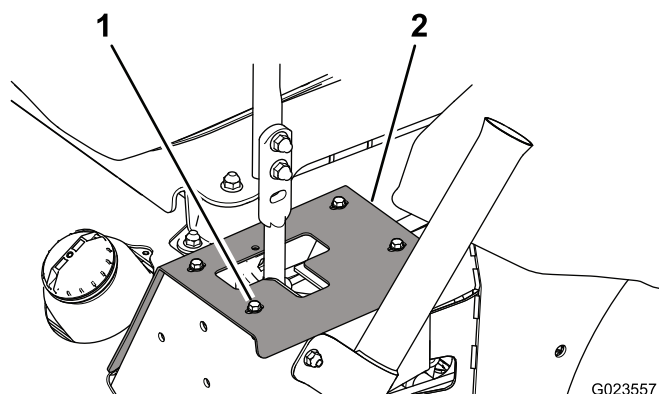

Figura 63
1. Per accedere ai bulloni di montaggio dell'ammortizzatore, rimuovete i bulloni che fissano le piastre della battuta al telaio (Figura 63).